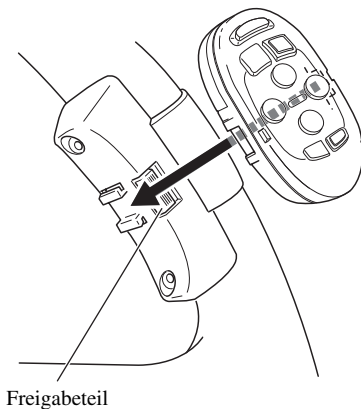

Abb. 10
4. Die Fernbedienung in den Halter einsetzen. (Abb. 10)